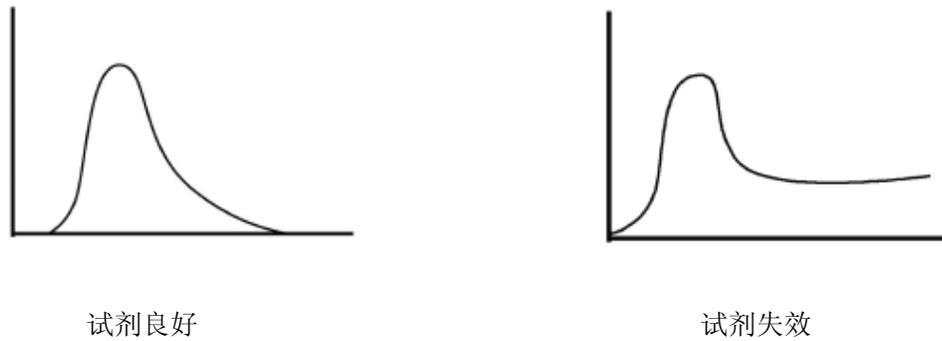

图6-8
2、在正常的测定过程中，每100毫升试剂可与不小于200毫克的水进行反应若测定时间过长，试剂敏感性下降，应更换新试剂。电解液是否失效可按如下方法判断：如果在电解过程中发现电解液释放出大量的气泡或试剂被污染成淡红褐色，此时测定结果的再现性会降低，还会使到达终点的时间加长，这种情况应尽快更换试剂；可根据仪器描绘的电解速度曲线判断电解液是否失效。（见图6-8）